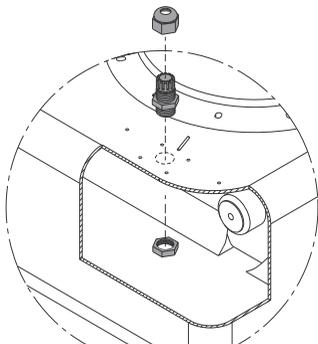

Abb. 5 Anbringen der Kabelverschraubungen
4. Montieren Sie die Kabelverschraubung. Siehe Abb. 5.